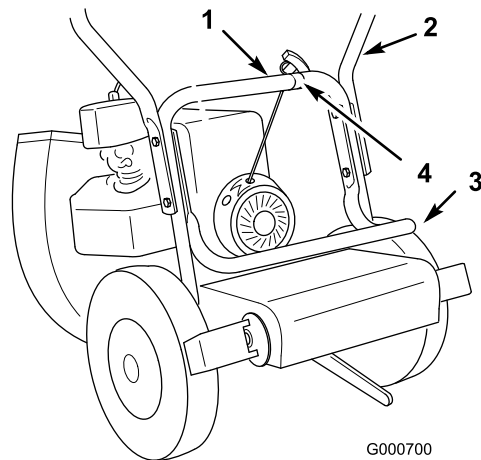

Figura 3
1. Conecte el manillar superior al manillar inferior con cuatro pernos (5/16 x 1-1/2 pulgadas) y contratuercas (5/16 pulgada) (Figura 3).
2. Fije el soporte de la bolsa al interior del manillar inferior mientras monta el manillar (Figura 3).